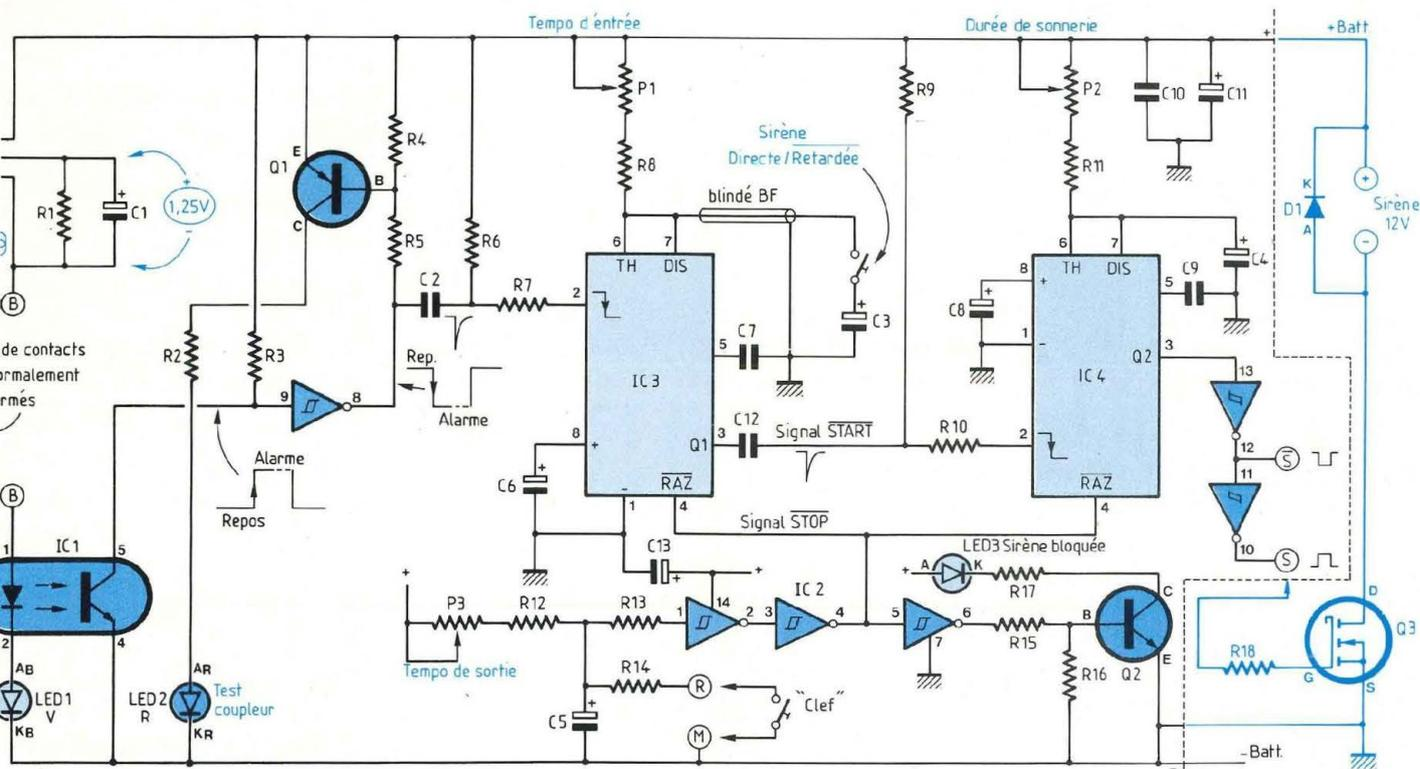
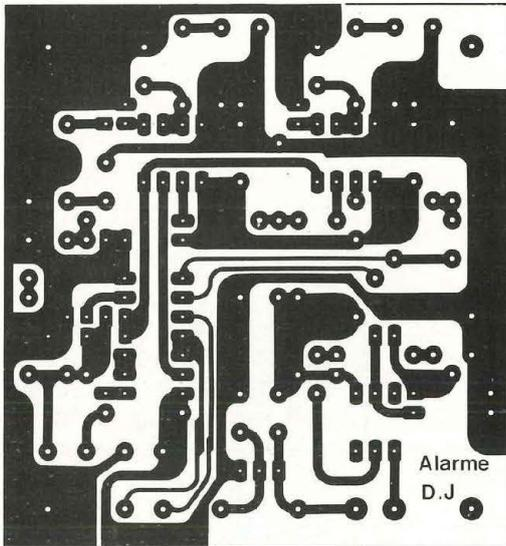
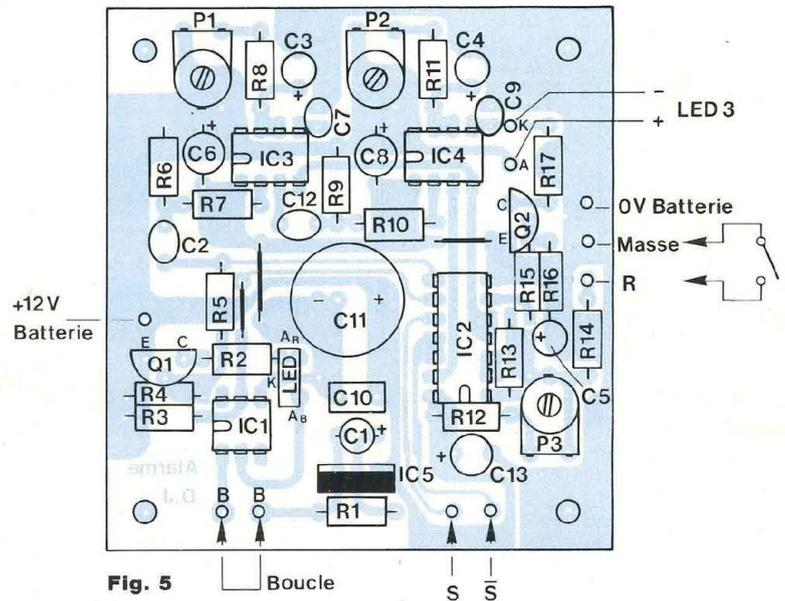

Fig. 3 : Platine centrale complète.
Fig. 4
Fig. 5
rettes, elle apparaît dans son principe en figure 3.
Débutons avec l'extrême gauche de la figure 3. En haut, un générateur de courant à LM 317 (IC5) établit 10 mA dans la boucle située entre les 2 points "B" puis dans le photo-coupleur (IC1) et enfin allume la diode verte (Led1) si tout va bien. Tandis que vous dormez paisiblement, l'émetteur de IC1 activé sature le phototransistor (pins 4 et 5 au 0 V) sous l'effet du courant de boucle. Polarisée par R3, l'entrée du Trigger de Schmitt (pin 9 de IC3) est la ligne de détection (en tension cette fois-ci) principale, sensible à l'apparition d'un niveau logique 1 (+12 V), ce qui revient à voir disparaître tout niveau 0 (-0 V). En ce point, peuvent aboutir une kyrielle de détecteurs terminés par un transistor NPN à collecteur ouvert (ou un MOS canal N à drain ouvert). On les monte simplement en parallèle direct (maximum 10 transistors) sur le phototransistor ou à sa place (IC1 pin 5 = collecteur ou drain, pin 4 = émetteur ou source) si vous n'avez pas de boucle. Barrières diverses, radars farceurs et tapis surprise sont donc compatibles avec notre centrale (tout détecteur terminé par un relais également), en sachant que la logique positive "fermé au repos" et "ouvert en alerte" est la seule acceptable sur la ligne (pin 5 de IC1 / pin 9 de IC2). Les lecteurs concernés jugeront utile ou nuisible le maintien de R3, sa présence imposant un contact flottant. Ceci est un cas particulier, revenons à notre boucle simple et efficace.
Nous conseillons de procéder par étapes en réfléchissant à ce qui est utile selon le système envisagé. Dans tous les cas, il faut disposer du circuit imprimé dessiné en figure 4 qui sera équipé de trois straps visibles en figure 5. Soit dans un premier temps, la version simple sirène qui nécessite l'ensemble de la figure 3 (plus une alimentation 12 V bien sûr).
* **Spécial jeunes.** Vous devez équiper en totalité le circuit imprimé selon la figure 5 en évitant toute inversion de
* **Spécial durs**. C'est l'enfer qui vous tente : allons-y. Ce qui est dit ci-dessus vous intéresse, mais la platine de signalisation "son et lumière" vous permettra de simplifier comme ceci la figure 5 (et le schéma en figure 3) :